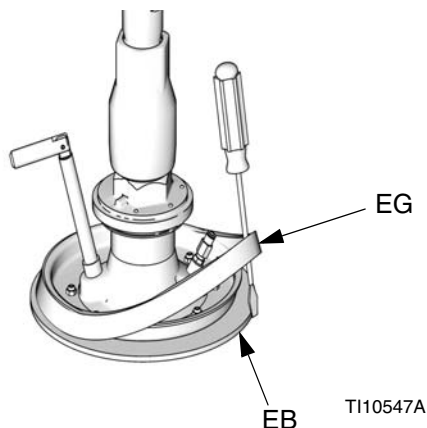

FIG. 13 : Installation de l'entretoise
2. *En partant du haut*, positionnez l'entretoise (EG) entre la bride et les racleurs (EB) à l'aide d'un tournevis. Consultez la FIG. 13.